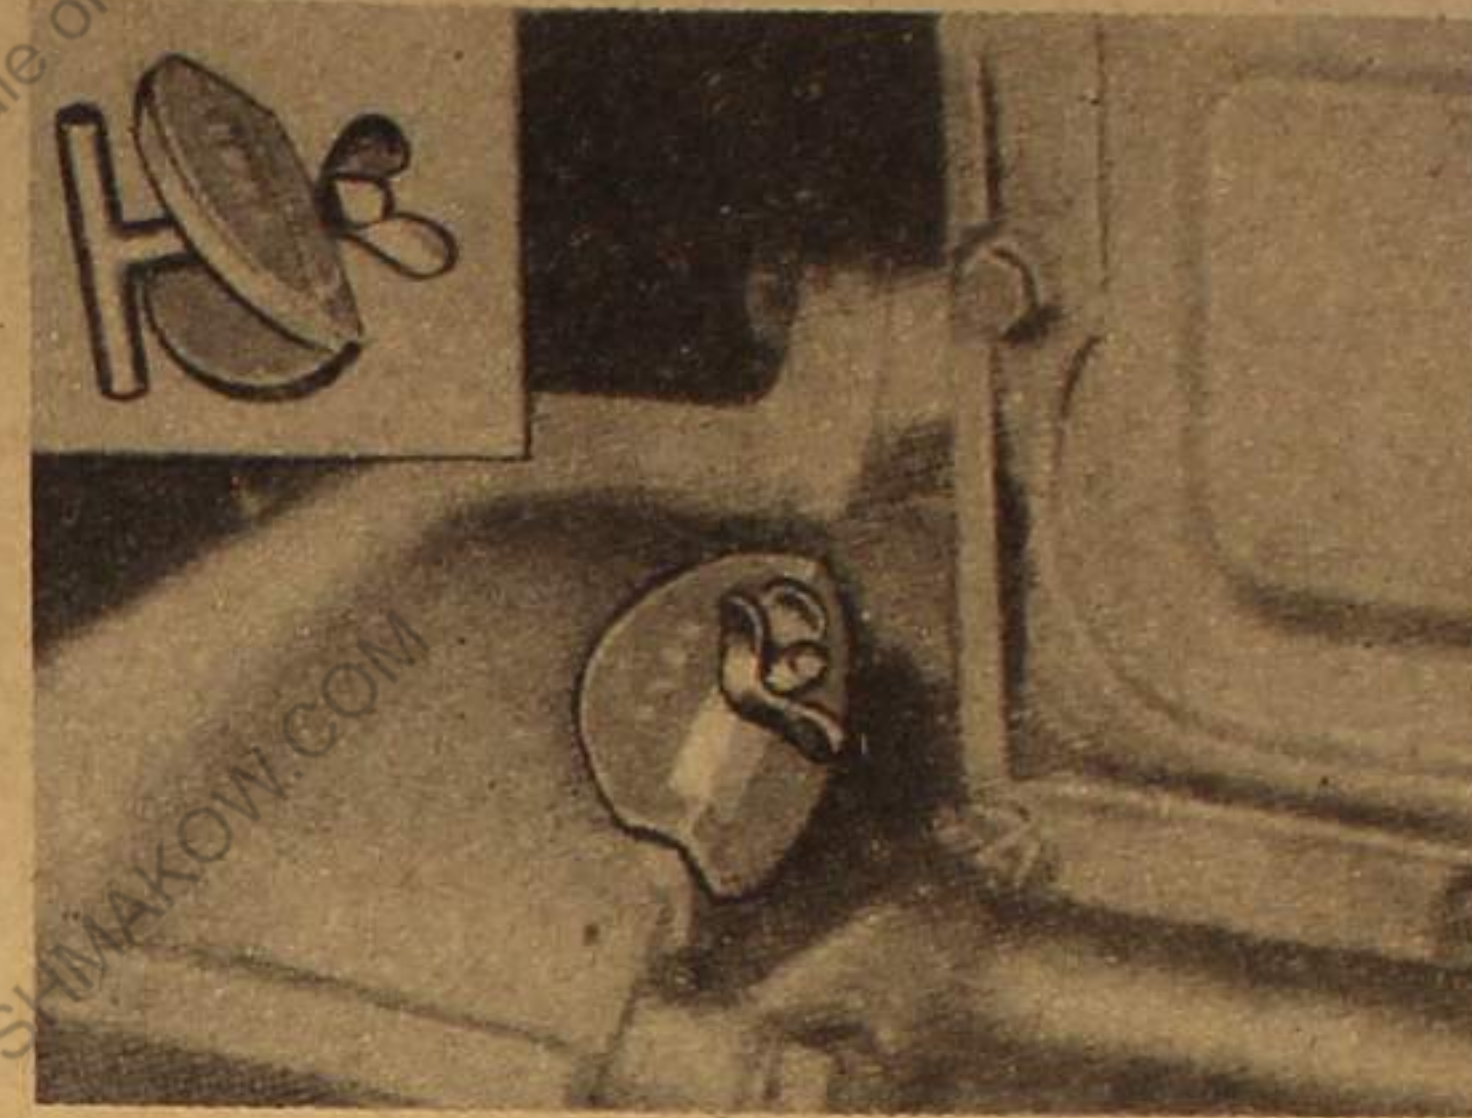

Bild 7. Schauloch für Zündeneinstellung am Kupplungsgehäuse.
- a) Schauloch durch Blechdeckel mit Filzdichtung abdecken, Bild 7. Runde Schaulöcher können durch Holz- oder Korkstopfen geschlossen werden.